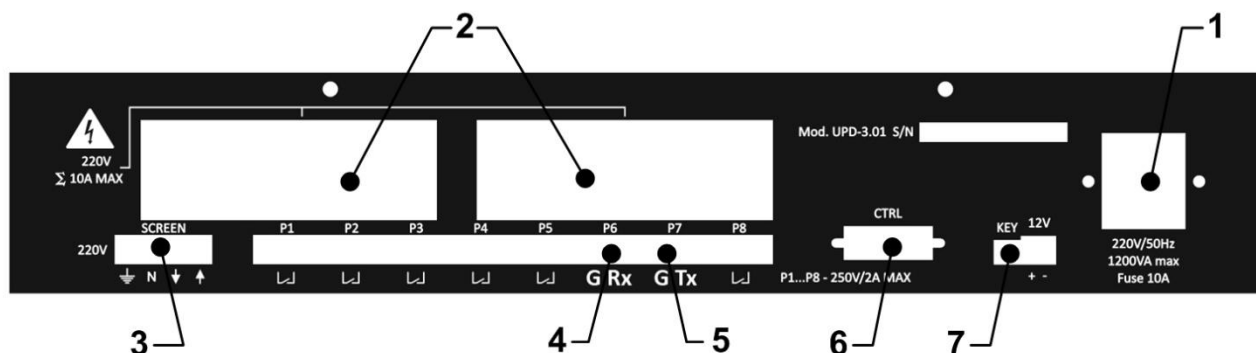
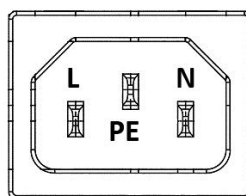

Рисунок 2.1 Блок распределения питания
Рисунок 2.2
2. Включить вилку в розетку 1 (рис. 2.1) согласно маркировки (рис. 2.2);
1. Подключить кабель питания электропривода проекционного экрана к разъему 3 (рис. 2.1), согласно маркировке;
2. Подключите кабель управления RS-232 от видеоотображающего устройства к разъему 4 (Рис. 2.1);
1. Подключить ноутбук кабелем RS-232 к разъему 4 и 5 (рис. 2.1) (Соответствие контактов на кабеле и блоке см. Приложение 1);